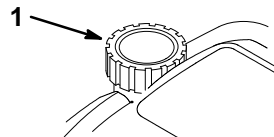

Figure 9
2. Nettoyer tout autour du bouchon du réservoir d'essence, puis retirer le bouchon (Fig. 9).